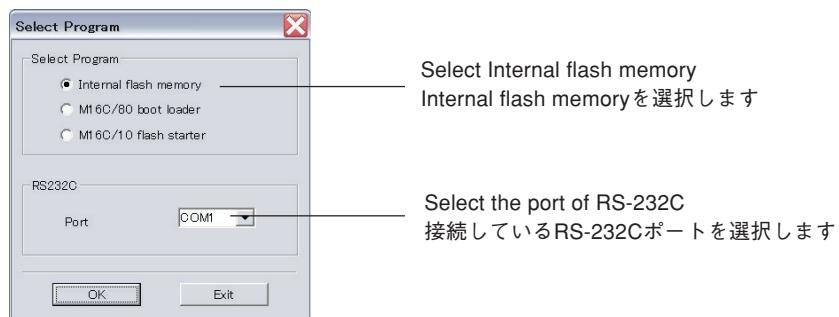

Fig. 2
7. Start up FlashSta.exe, the screen will appear as shown below. (Fig. 2)
8. Select the port and data to be transmitted. (Fig. 2)
8. 送信データ、ポートを選択します。 (Fig. 2)